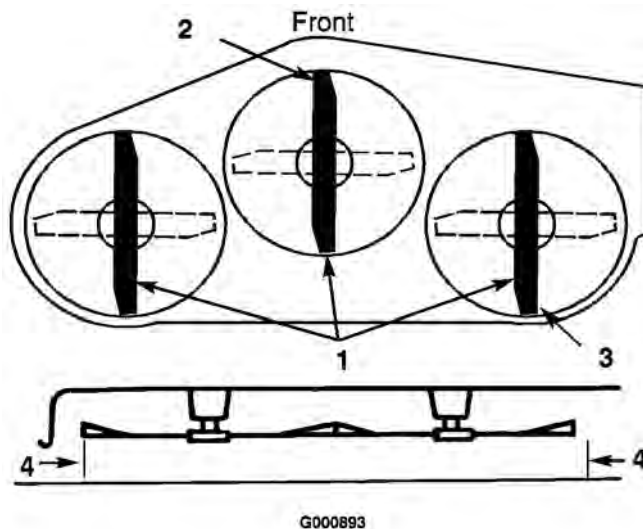

Figure 48
8. Réglez la hauteur de coupe à 7,6 cm et tournez les lames avec précaution dans le sens longitudinal (Figure 48).
9. Mesurez la distance entre la pointe de la lame avant (Figure 48) et la pointe de la lame arrière par rapport à la surface plane. Si la pointe avant de la lame n'est pas de 1,6 à 7,9 mm plus basse que la pointe arrière, réglez les tourillons avant.
12. Lorsque les deux tourillons sont réglés de la même manière, fixez les chapes en place à l'aide des goupilles fendues. Vérifiez de nouveau l'inclinaison avant/arrière. Poursuivez le réglage des chapes jusqu'à ce que la pointe avant de lame soit de 1,6 à 7,9 mm plus basse que la pointe arrière (Figure 48).